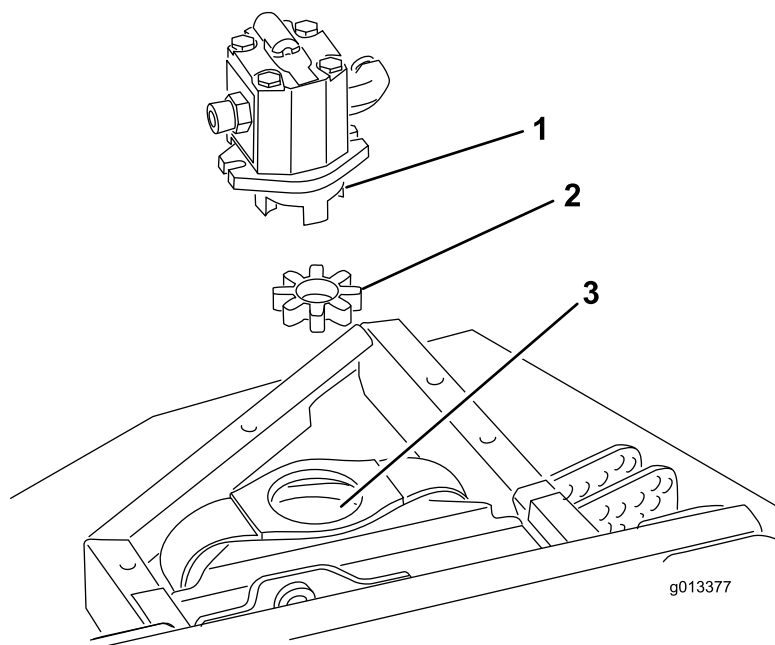

Figura 2
3. Retire a aranha elastomérica do acoplador de cada polia interna. Verifique se existe desgaste e substitua se estiver gasta. Caso contrário, guarde para re-instalar na nova plataforma (Figura 2).
Nota: Verifique se existe desgaste no cubo da aranha e substitua se estiver gasta (Figura 2).